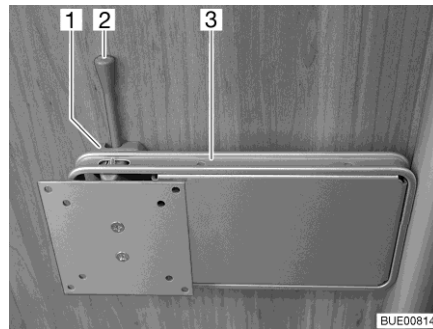

Fig. 84 Fijación en la columna
- Empujar la palanca de desbloqueo (Fig. 84,2) hacia el lado y girar el soporte (Fig. 84,3) junto con la pantalla plana a la posición deseada.
- Girar la pantalla plana hacia la posición inicial hasta que el soporte (Fig. 84,3) engatille en el bloqueo (Fig. 84,1).